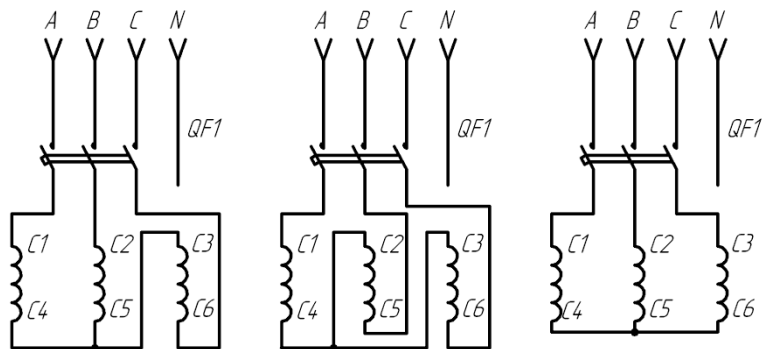

Рис. 3. Определение выводов обмоток методом подбора по вариантам проб схемы «звезда»
5. Собрать схему (рис. 3) и определить начала и концы обмоток фаз методом подбора.